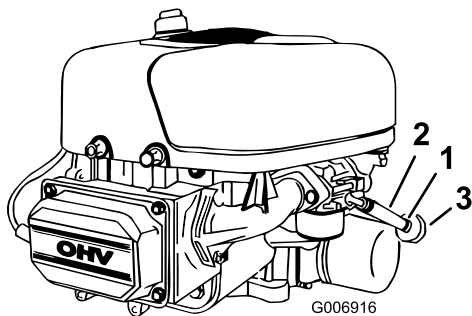

Figura 25
5. Aprite il cofano per accedere al filtro del carburante (Figura 25).
6. Premete le estremità della fascetta stringitubo e sfilatela dal tubo del carburante in direzione del serbatoio (Figura 25).
7. Staccate il tubo del carburante dal filtro (Figura 25) e spurgate la benzina in una tanica o in una bacinella di spurgo.
Il momento più opportuno per sostituire il filtro del carburante (Figura 25) è quando il serbatoio del carburante è vuoto. Non rimontate mai il filtro carburante sporco dopo averlo tolto dal tubo di alimentazione del carburante.
4. Premete le estremità delle fascette stringitubo ed allontanatele dal filtro del carburante (Figura 25).